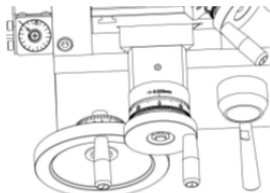

Рис. 12 Регулировка шкалы
2. Удерживая маховичок, повернуть шкалу так, чтобы метка «0» совпала с меткой «0.000» метки на суппорте (Рис. 12). До тех пор, пока движение выполняется в том же направлении (что не дает возникать люфту) показания шкалы будут точными.